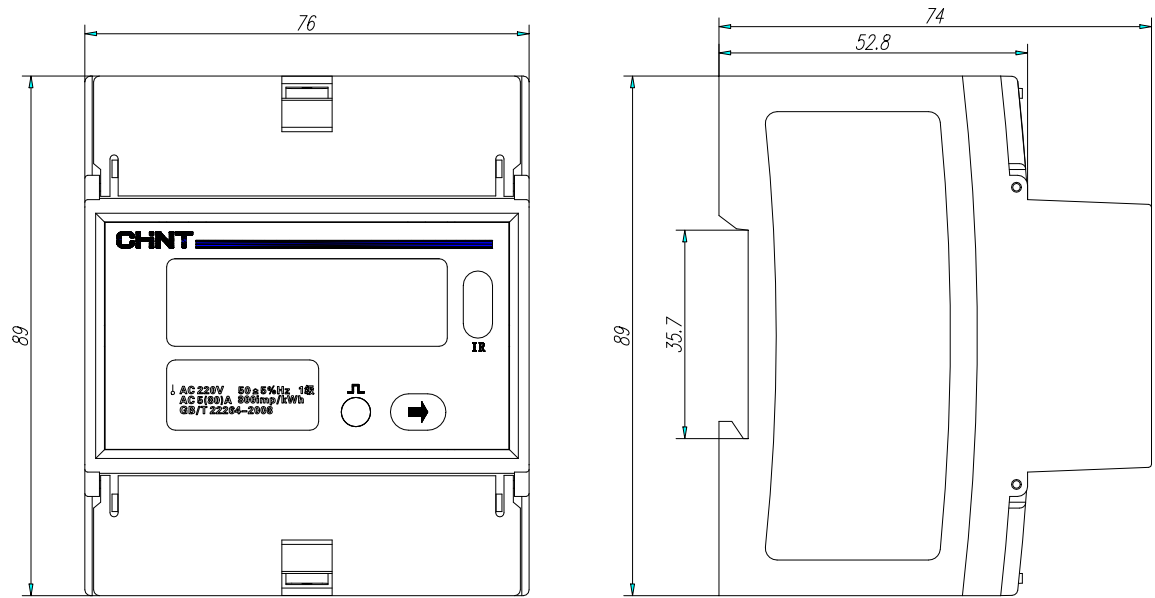

图 7 外形及安装尺寸图
6.2 DDSU666-E/D/F 外形尺寸：76mmx89mmx74mm；安装尺寸：76mm×35.7mm×52.8mm ，外形及安装尺寸图如图 7 所示：